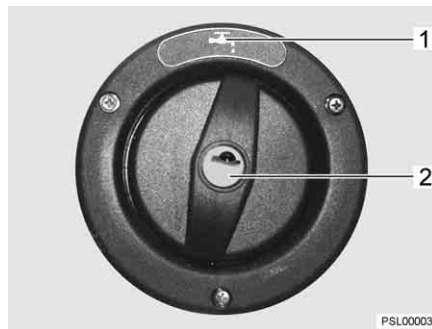

Bild 231 Verschlussdeckel für Trinkwasser-Einfüllstutzen
Der Trinkwasser-Einfüllstutzen ist mit dem Symbol "☞" (Bild 231,1) gekennzeichnet. Der Verschlussdeckel wird mit dem Schlüssel für die Außenklappenschlösser geöffnet und verschlossen.
- Schlüssel in Schließzylinder (Bild 231,2) stecken und eine viertel Umdrehung entgegen dem Uhrzeigersinn drehen.